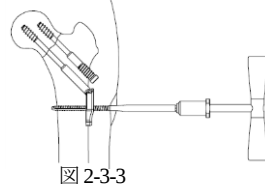

図 2-3-3
- 3) 骨質が硬い場合は、T ハンドル (L) を接続した 5.0 コーティカルスクリュータップにてタッピングを行います。(図 2-3-3)